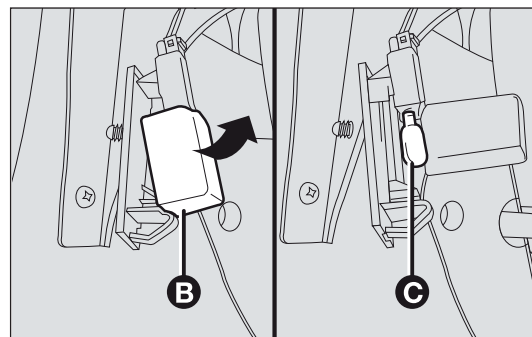

fig. 164
- ☐ aprire il coprilampada B-fig. 164 e sostituire la lampada C inserita a pressione;